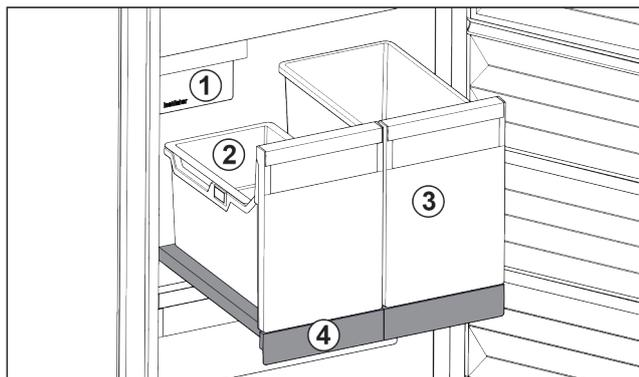

Fig. 22 Compartiment coulissant avec IceTower
- (1) IceMaker (3) Bac pour pizzas, boissons alcoolisées, etc.
(2) Balconnet pour glaçons (4) Compartiment coulissant
Le compartiment coulissant comprend deux bacs hauts (IceTower). Le bac Fig. 22 (2) permet de recueillir et de stocker les glaçons de l'IceMaker. Les bacs Fig. 22 (3) sont conçus pour stocker des aliments hauts comme les pizzas et boissons alcoolisées.